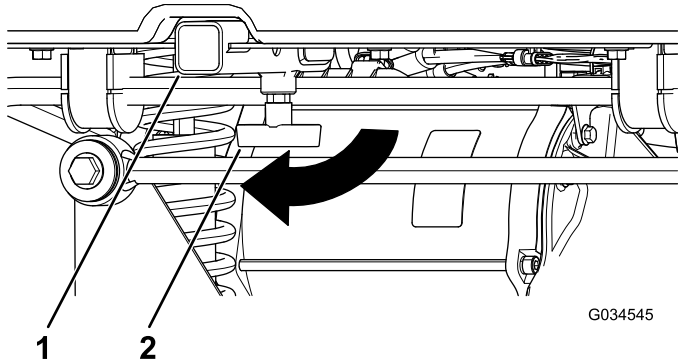

Figura 15
1. Allentate la maniglia a T ruotandola in senso orario (**Figura 15**).
2. Inserite l'accessorio nel ricevitore in modo che i fori siano allineati (**Figura 15**).